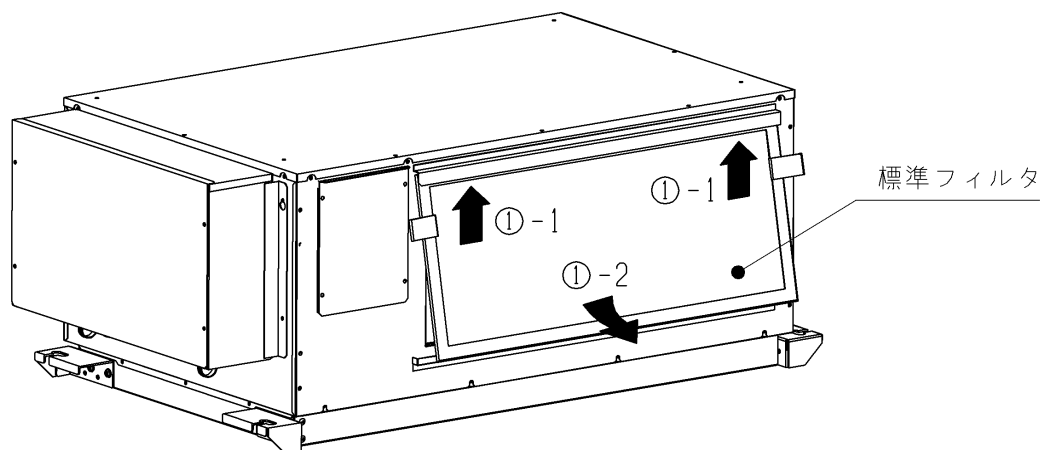

図1 標準フィルタの取外し
①標準フィルタの両端の取っ手を持ち上げ、手前に引いて取り外します。(図1)